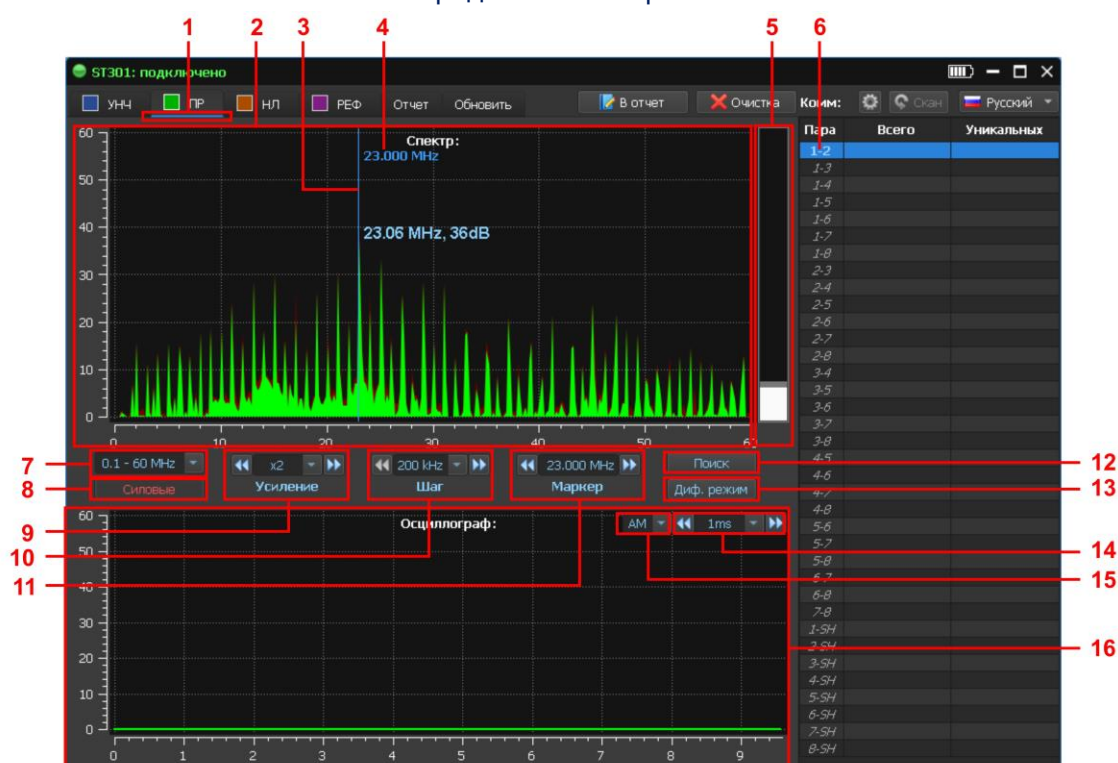

Рис.70
Экран ПК после включения канала представлен на рис.70.
Цифрами на рис.70 обозначено:
Канал «ПРОВОДНОЙ ПРИЕМНИК» предназначен для проверки силовых и слаботочных линий. После включения канала по умолчанию устанавливается тип проверяемого кабеля: «Силовая линия» (рис.70, п.8). К коммутатору подключается пара контактов «1-2». Все функции коммутатора блокируются.
Для переключения типа линии нужно кликнуть  (рис.70, п.8).
Кликнуть  (рис.70, п.7). На экране отобразится список диапазонов:
1. Кликнуть  (рис.70, п.9). На экране отобразится список значений:
1. Кликнуть  (рис.70, п.10). На экране отобразится список значений:
При изменении шага сканирования производится масштабирование СПЕКТРОАНАЛИЗАТОРА (по частоте) относительно положения маркера (рис.70, п.3), который всегда является центром нового диапазона.
Управление маркером (рис.70, п.3) производится двумя способами:
1. С помощью кнопок  (уменьшение значения) и  (увеличение значения) (рис.70, п.11). Положение маркера при этом изменяется на установленный шаг сканирования.
2. Кликнув в соответствующую область экрана СПЕКТРОАНАЛИЗАТОРА (рис.70, п.2).
Значение частоты на маркере отображается на индикаторах (рис.70, п.4 и п.11).
Для включения режима нужно кликнуть **Диф. режим** (рис.70, п.13). Кнопка примет вид
В режиме ОСЦИЛЛОГРАФ сигнал исследуется на фиксированной частоте, значение которой отображается на индикаторах (рис.70, п.4 и п.11). Исследование сигнала производится по осциллограмме и путем прослушивания демодулированного сигнала. Имеется возможность масштабировать временную ось осциллографа и изменять вид модуляции (AM/FM).
Для включения ОСЦИЛЛОГРАФА или СПЕКТРОАНАЛИЗАТОРА нужно кликнуть на соответствующую область экрана (рис.70, п.16 и п.2 соответственно).
1. Кликнуть  (рис.70, п.14). На экране отобразится список значений:
Для выбора вида модуляции кликнуть  (рис.70, п.15). На экране отобразится список:
Для включения режима нужно кликнуть **Поиск** (рис.70, п.12). Кнопка примет вид: